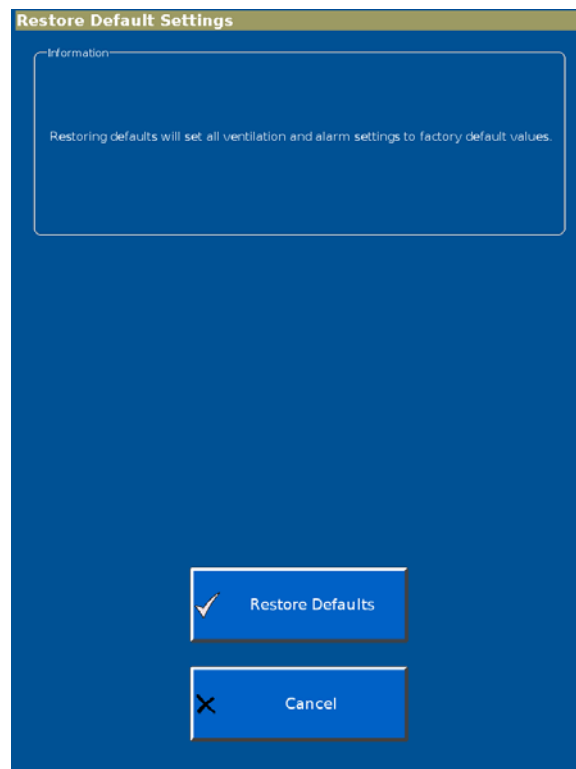

Figure 5-6: Restore Default Settings Screen
2. Touch **Restore Defaults** on the Restore Default Settings screen (Figure 5-6).